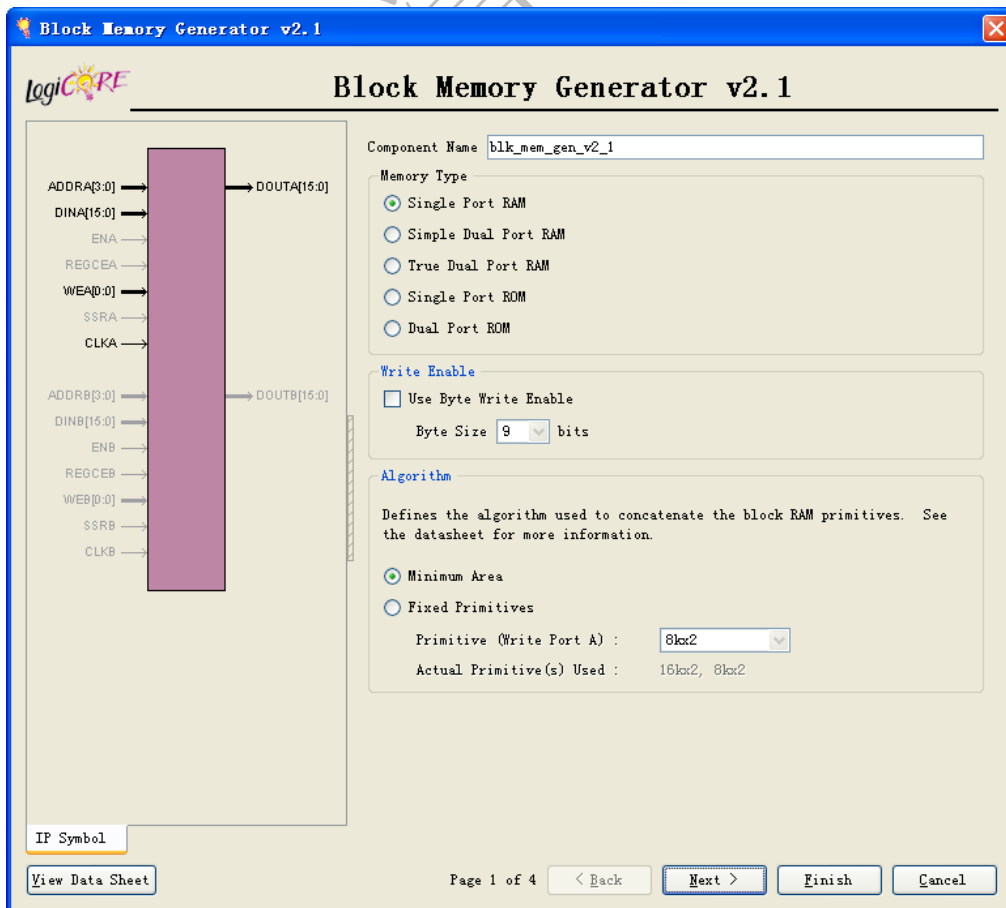

图 2.71 BLOCK RAM 参数设置窗口
(3) 单击“View by Function”选项卡，选择“Memories & Storage Elements”下的“RAMs & ROMs”，选择“Block Memory Generator”，单击右边“Information”窗口中的【Customize】，弹出 RAM 参数设置窗口。
(4) 如图 2.71 所示为 BLOCK RAM 参数设置窗口。